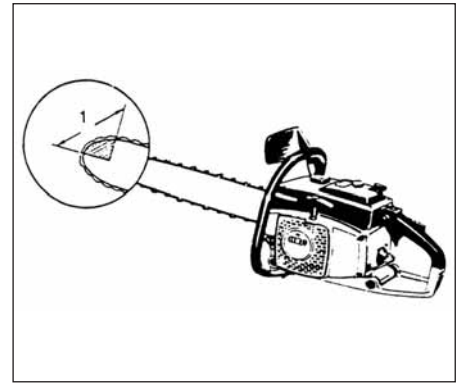

Fig.2-7
**PELIGRO DE CONTRAGOLPE (Fig. 2-7)**